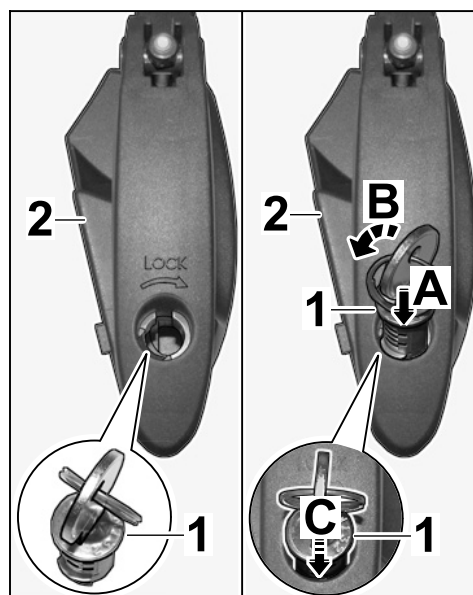

Figure 5
- 1.2 Reposer le barillet dans l'étrier de tension (⇒ Figure 5).
- 1.2.3 Insérer le barillet avec précaution (⇒ Figure 5 -A-) et le tourner de 45° dans le "sens Lock" (⇒ Figure 5 -B-).
- 1.2.4 Insérer complètement le barillet (⇒ Figure 5 -C-), jusqu'à ce qu'il s'enclenche et ne puisse plus être extrait.